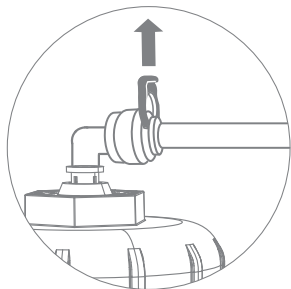

Рис. 13
2. Отсоедините стопорную клипсу, фиксирующую цангу (рис. 13). Отсоедините пластиковую трубку, удерживая цангу прижатой к корпусу (см. раздел «Отсоединение гибких трубок»). При необходимости отсоедините все трубки от корпуса мембраны и извлеките его из скобы крепления.